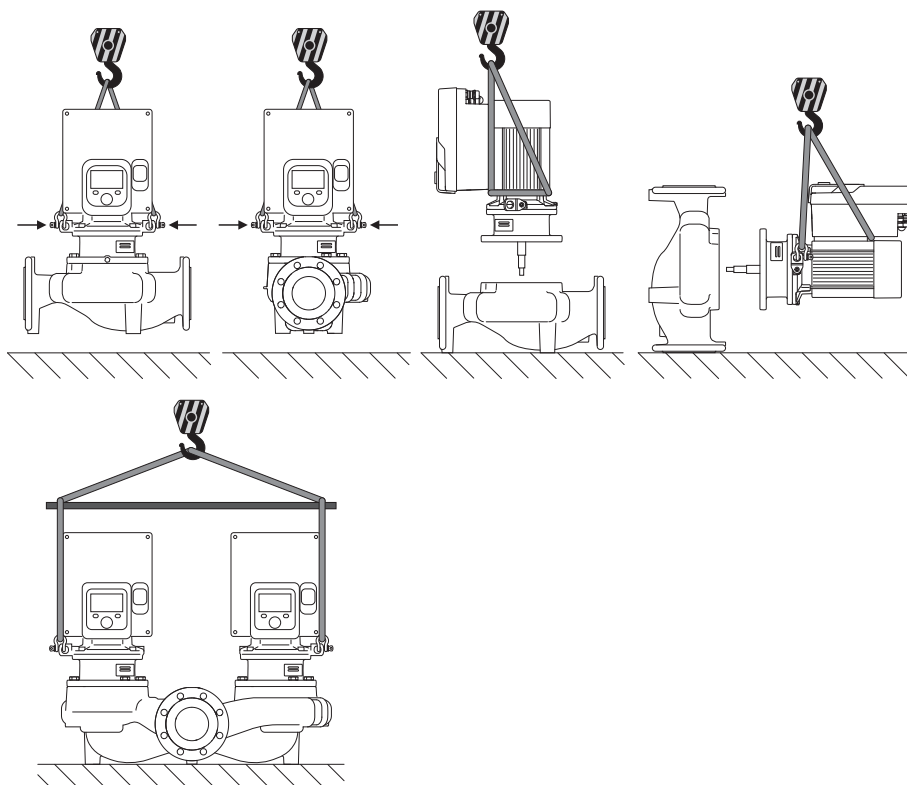

Fig. 6: Διάταξη ανάληψης φορτίου
κους μεταφοράς στη φλάντζα του κινητήρα. Αν χρειάζεται, σύρετε τις θηλίες ανύψωσης κάτω από το κουτί ακροδεκτών (Fig. 6).
2. Για λόγους ασφαλείας, στερεώστε την περρωτή κινητήρα (Fig. 4) με κατάλληλο εξοπλισμό ανύψωσης στους κρίκους μεταφοράς. Για να αποτρέψετε την ανατροπή της μονάδας, τοποθετήστε έναν βρόχο ιμάντα όπως φαίνεται στο Fig. 6 γύρω από τον κινητήρα και τον προσαρμογέα της ηλεκτρονικής μονάδας. Κατά τη στερέωση, προσέξτε να μην προκληθούν ζημιές στην ηλεκτρονική μονάδα.